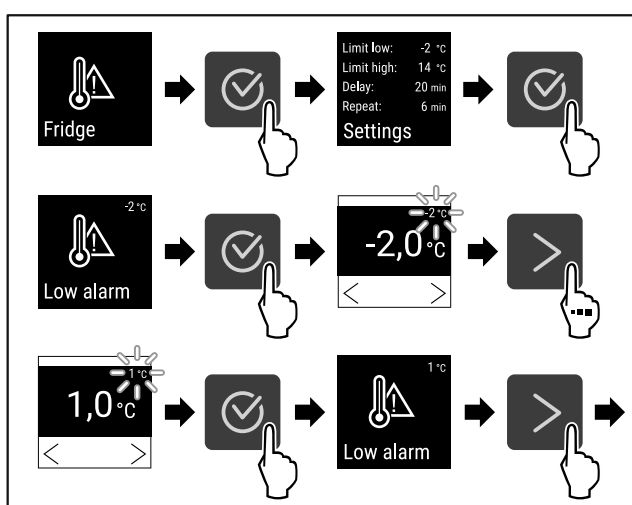

Fig. 113
- Stappen (zie Fig. 113) uitvoeren.